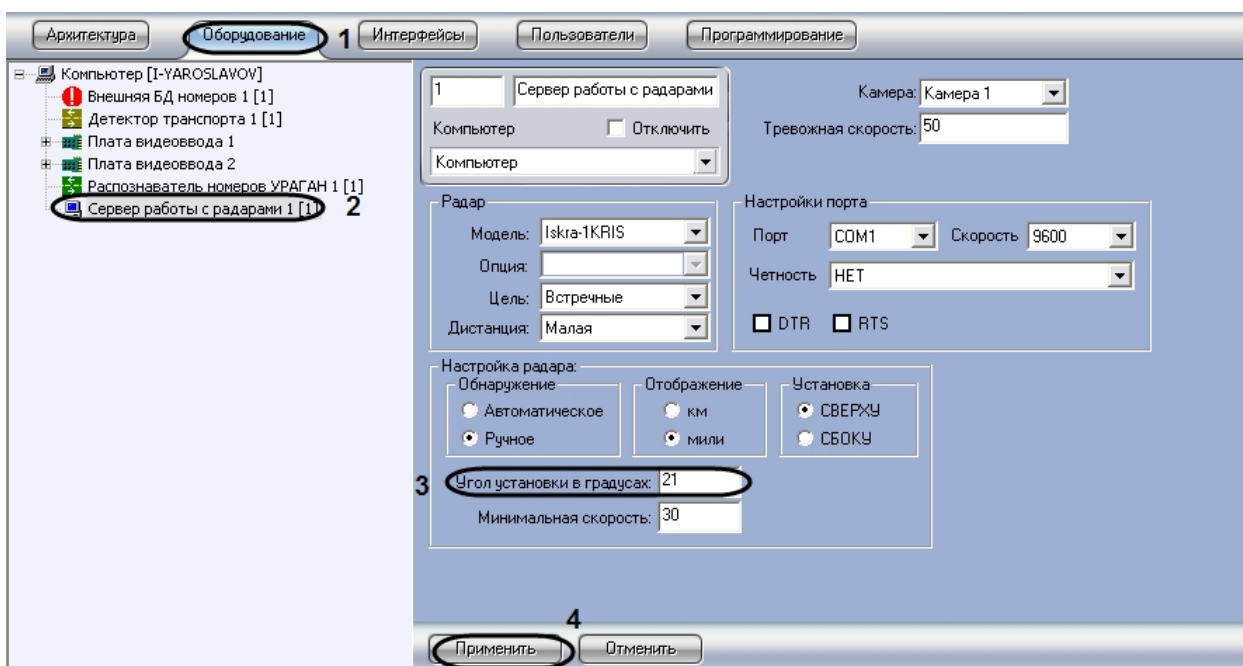

Рис. 60. Указание угла наклона устройства «Радар» над дорогой
2. В дереве объектов на вкладке «Оборудование» выбрать объект «Сервер работы с радарами», соответствующий настраиваемому программному модулю «Радар». В правой части вкладки «Оборудование» отобразится панель настройки выбранного объекта (см. Рис. 60).